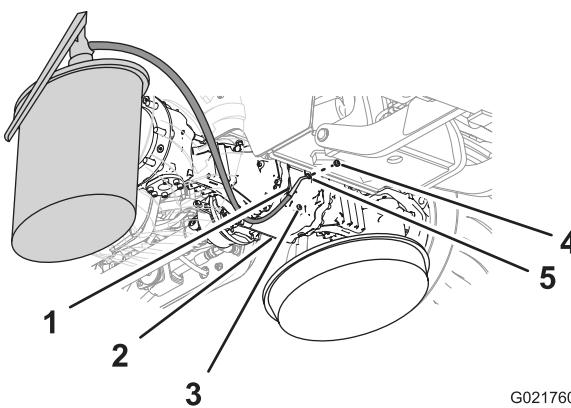
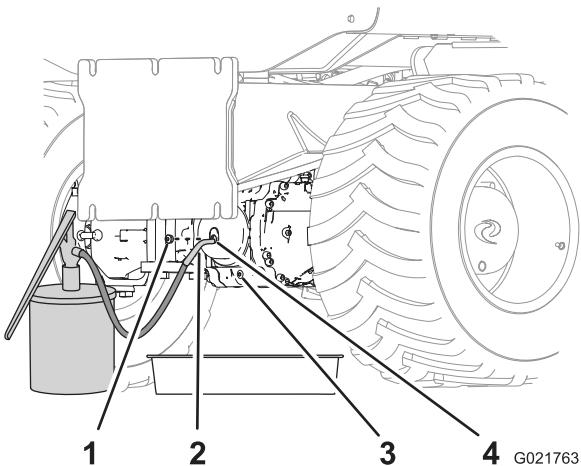

Рисунок 70
Рисунок 71
- Установите одну из пробок в сливное отверстие (Рисунок 70 и Рисунок 71).
6. Залейте масло указанного типа в картер ведущей шестерни через смотровое отверстие, пока масло не будет на уровне резьбы в нижней части отверстия (Рисунок 70 и Рисунок 71).
8. Установите другую пробку в смотровое отверстие картера ведущей шестерни (Рисунок 70 и Рисунок 71).